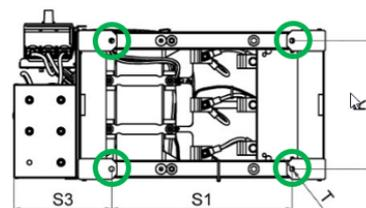
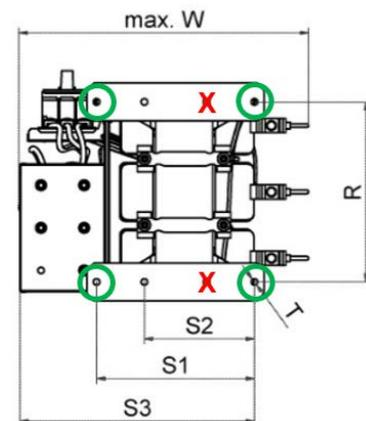

Figura 24 Punti di fissaggio dei filtri FN 3470, FN 3472, FN 3480 e FN 3482
Figura 25 Punti di fissaggio preferiti (verde) e vietati (rosso) dei filtri FN 3471, FN 3473, FN 3481 e FN 3483
I punti di fissaggio preferiti hanno una distanza S1 tra le viti sul lato morsetto e le viti sul lato condensatore come mostrato in Figura 25.
**Avvertenza:** in tutti i casi, l'utilizzo delle due viti di fissaggio sul lato morsetto (lato destro in Figura 24, Figura 25 e Figura 26) è obbligatorio. L'utilizzo di una distanza minore rispetto a S2 tra i punti di fissaggio e l'utilizzo di meno di 4 viti di fissaggio è vietato e può causare danni al prodotto e lesioni gravi.